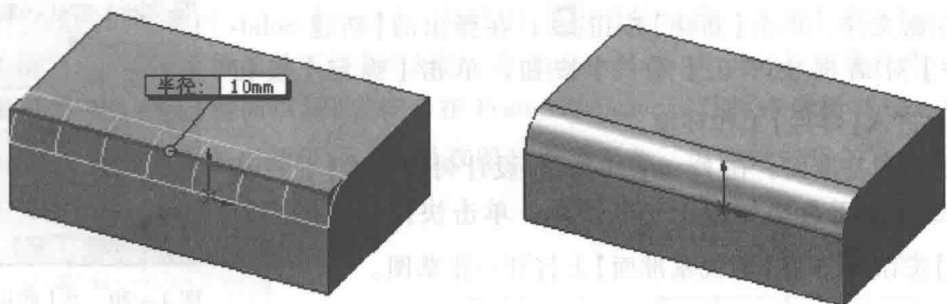

图 1-17 等半径圆角实例
- 等半径——生成的圆角半径是常数,这是最常用的圆角生成方法,如图 1-17 所示。